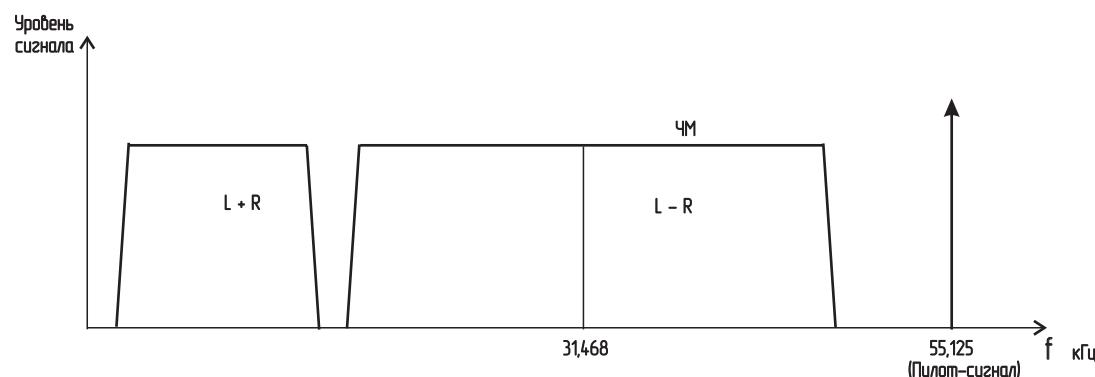

Рис. 19
**Используемая в Японии** система стереофонического телевизионного вещания получила название **ЧМ-ЧМ**. Комплексный стереосигнал этой системы, которым также модулируют несущую звука, содержит низкочастотный сигнал  $L + R$  и сигнал поднесущей частоты звука  $f_{\text{пп}} = 31,468 \text{ кГц}$ , которая промодулирована по частоте сигнала  $L - R$  (см. *рис. 19*). Для повышения отношения сигнал/шум и улучшения помехозащищенности сигнала  $L - R$ , используется компандерная система шумопонижения. Система ЧМ-ЧМ может использоваться как для стереофонического, так и для двухязычного звукового сопровождения. Для опоз-